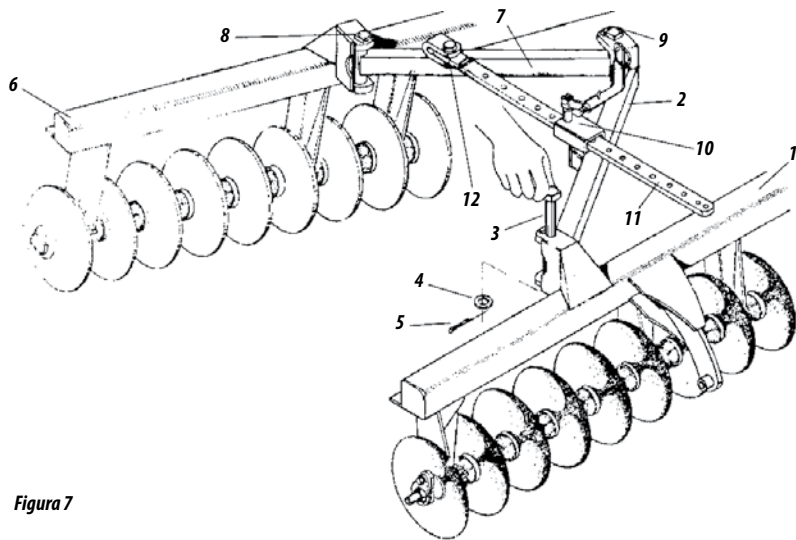

Figura 7
- 12- Colocar na armação dianteira (1), figura 7, a barra estabilizadora dianteira (2) através do pino de união (3), arruela (4) e contrapino (5).
- 13- Colocar na armação traseira (6), a barra estabilizadora traseira (7), através do pino de união (8).
- 14- Acoplar as barras estabilizadoras dianteiras (2) e traseira (7) através do pino de união (9).
- 15- Colocar o puxador de trava (10) na barra estabilizadora dianteira, passar a régua de trava de regulagem (11), pelo interior do corpo do puxador de trava, unindo-a à barra estabilizadora traseira através do parafuso de trava (12).